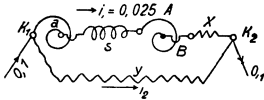

Fig. 22.
a) der Widerstand x (Fig. 22) zwischen B und K_2 , der noch zugeschaltet werden muß, um bei $0,1 [0,1] (0,1) \text{ V}$ Spannungsunterschied zwischen K_1 und K_2 einen Strom von $0,025 [0,015] (0,075) \text{ A}$ durch s fließen zu lassen,
b) der parallel zu schaltende Widerstand, damit der Kombinationswiderstand zwischen K_1 und K_2 $1 [1] (1) \Omega$ ist,